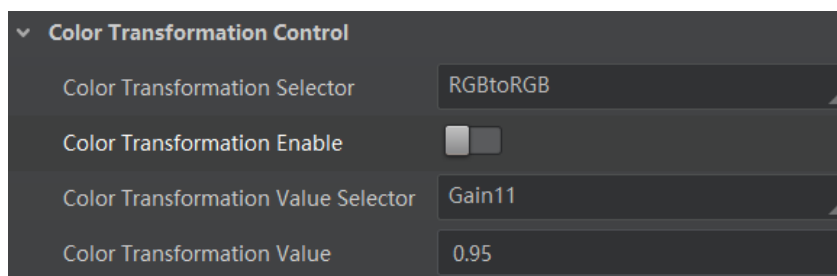

图7-40 设置方法一
- 不开启 Color Transformation Enable 参数时，可根据实际需求在 Color Transformation Value Selector 中选择参数，修改对应的 Color Transformation Value 参数值，如图 7-40 所示，参数范围为-4 ~ 4。